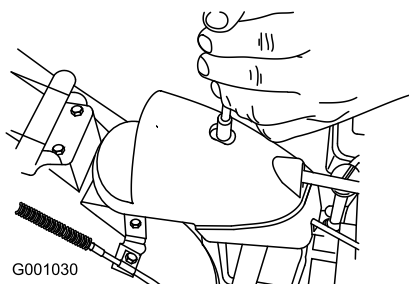

Figure 57
- Retirez la fixation du couvercle du secteur denté (Figure 57), soulevez l'avant du couvercle et faites-le coulisser en arrière de façon à l'écarter.